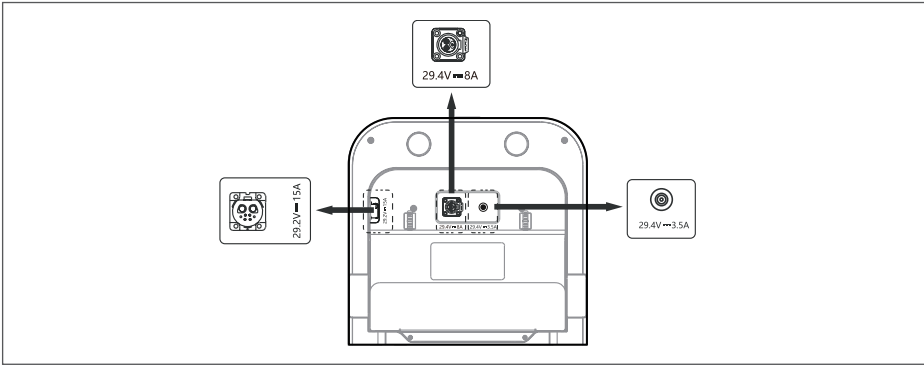

图 1
1. 将不同型号的适配器按照标识连接充电站（如图 1）；请每次仅插入一个适配器连接充电站，不可同时连接两个或两个以上适配器。